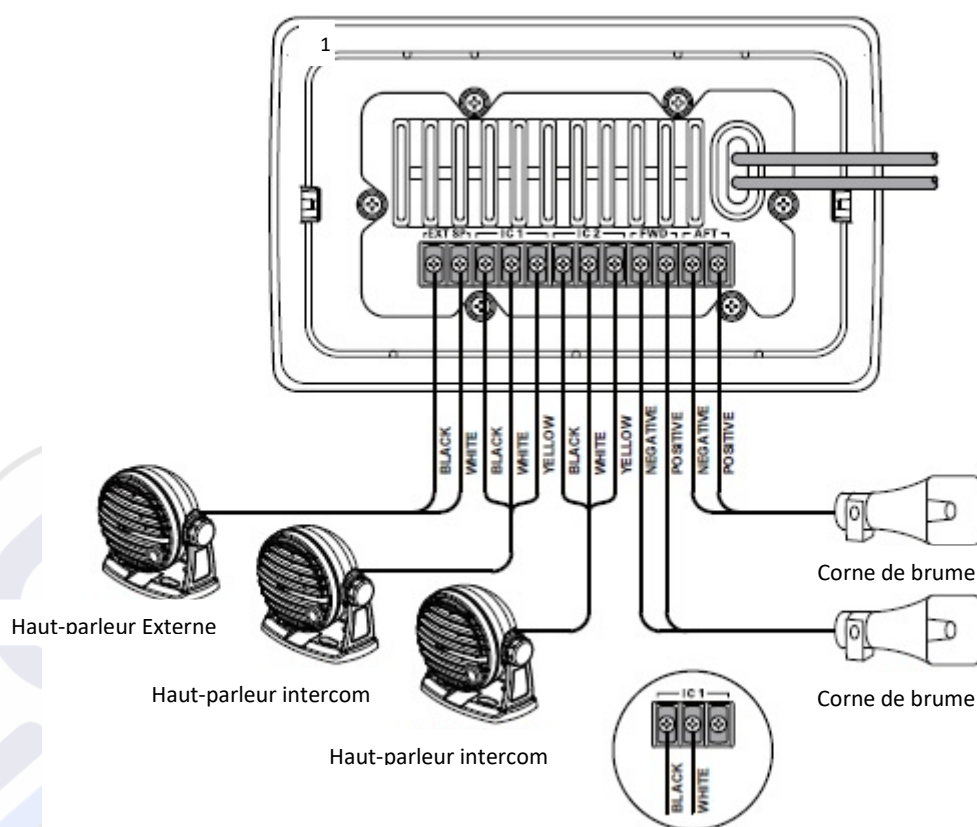

Figure 2. Connexions électriques
Se référer à la figure 2 et compléter les étapes suivantes pour l'installation électrique.
6. Voir détails sur Figure 2. Si un haut-parleur avec 2 fils (comme le haut-parleur externe MLS-300) est connecté sur les connectiques Intercom du bornier (« IC1 » ou « IC2 »), le fil positif doit être connecté à la connectique centrale et le fil négatif doit être connecté à la connectique gauche. Ne connecter aucun fil sur la connectique de droite ! Si vous connectez un des deux fils de votre haut-parleur à cette connectique, le haut-parleur va continuellement émettre un « BIP » lorsque l'appareil sera allumé.